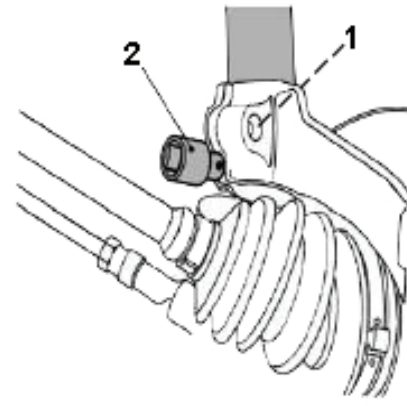

Fig. 2
- **Fig. 2** Befestigungsschraube (1) des Federbeins am Achsschenkel ausbauen.
- Achsschenkel mit dem Spreizwerkzeug (2) etwas aufspreizen.
- **Fig. 2** Remove the McPherson strut's mounting screw (1) on the steering knuckle.
- Spread the steering knuckle using the expansion tool (2).
- **Fig. 2** Démontez la vis de fixation (1) de la jambe élastique sur la fusée d'essieu.
- Ecartez légèrement la fusée d'essieu avec une broche extensible (2).
- **Fig. 2** Quitar el tornillo (1) de fijación del amortiguador en el muñón del eje.
- Abrir ligeramente el muñón del eje con la llave separadora (2).